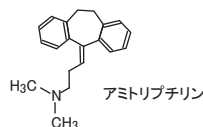

Fig.7 有機溶媒の種類と分離の違い(アミトリプチリン)
アミトリプチリンを10分前後に溶出させるように有機溶媒比率を変えて比較しました(Fig.7)。リン酸緩衝液で比較したところアセトニトリル(①)よりメタノール(②)の方がテーリングが少ないことがわかります。酢酸アンモニウムでは同様にアセトニトリル(③)よりメタノール(④)の方がテーリングが少なく、安息香酸とアミトリプチリンの溶出順が逆になります。有機溶媒や緩衝液の種類によって溶出挙動が変わる場合があるので注意が必要です。